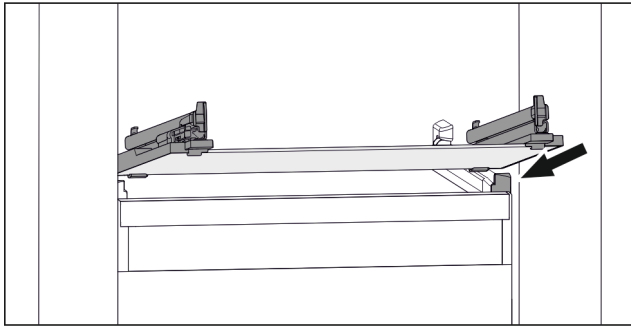

Fig. 48 Приблизне відображення скляної пластини
- ▶ Встановити скляну пластину за стопорами навкоси. (див. Fig. 48)